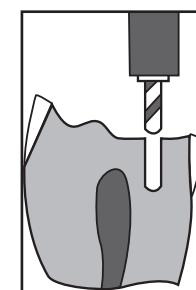

Figure 4
- Fjern boret fra kanalen, mens boret endnu drejer rundt (**Fig. 4**). Fjern nedbrydningsmateriale fra boret og kanalen med luft/vandspray.